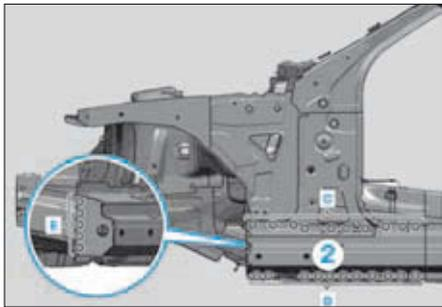

FIG. 55
- Fraiser les points de soudure sur le longeron latéral (2) dans les zones (C, D et E) (Fig.55).
- Déposer le morceau du longeron latéral (2).